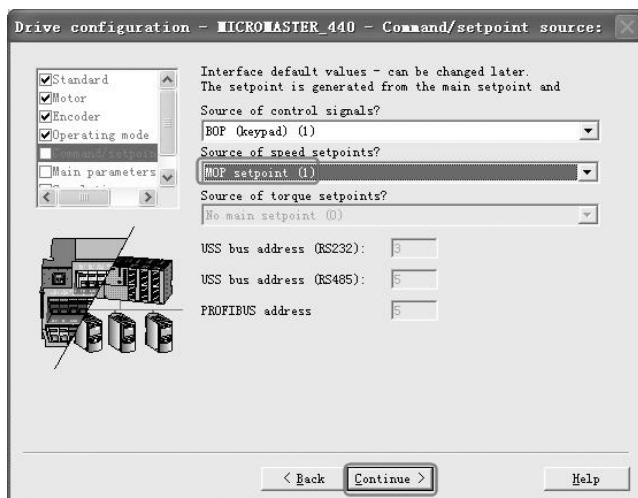
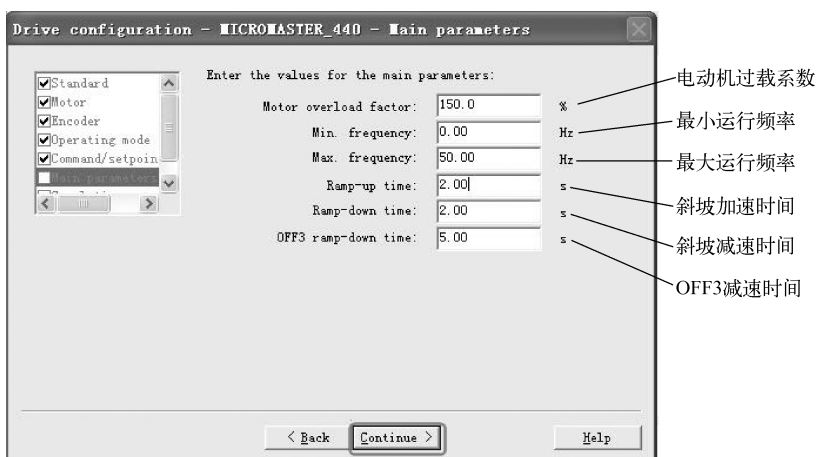
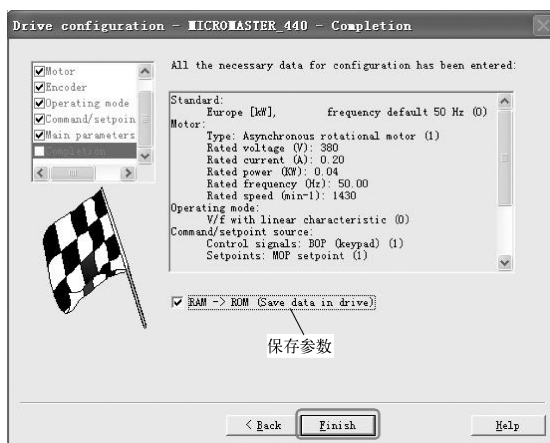
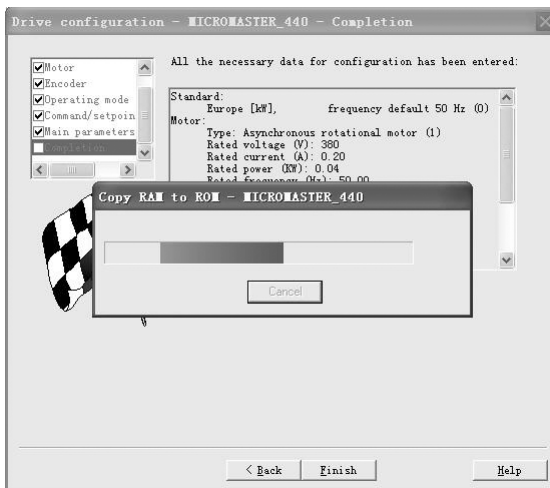

图 11-71 设置主运行参数 (1)
图 11-72 设置主运行参数 (2)
图 11-73 保存设置参数
图 11-74 保存设置参数的过程
5) 设置主运行参数。如图 11-71 所示，选择“MOP Setpoint”，单击“Continue”（继续）按钮。在如图 11-72 所示的界面里，设置电动机过载系数、最小运行频率、最大运行频率、斜坡加速时间、斜坡减速时间和 OFF3 减速时间，单击“Continue”（继续）按钮。单击“Finish”（完成）按钮，保存系统参数设定，如图 11-73 所示。保存参数设置的运行过程，如图 11-74 所示。